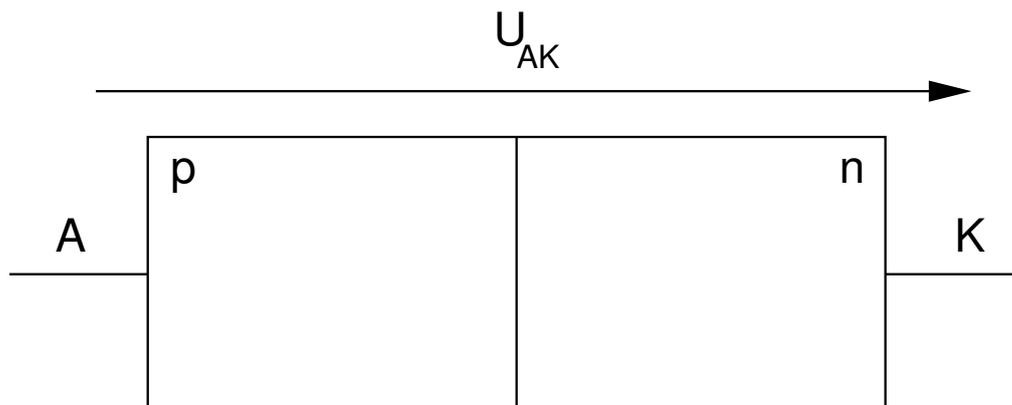

Abb. 2.1: pn-Diode
- Tragen Sie in die p- und n-Gebiete der Diode in Abbildung 2.1 die Art der Dotierung  $N_A$  bzw.  $N_D$  ein!
- Zeichnen Sie – qualitativ richtig – die Ausdehnung der Raumladungszonen und die Richtung der Diffusionsspannung  $U_D$  in Abbildung 2.1 ein!